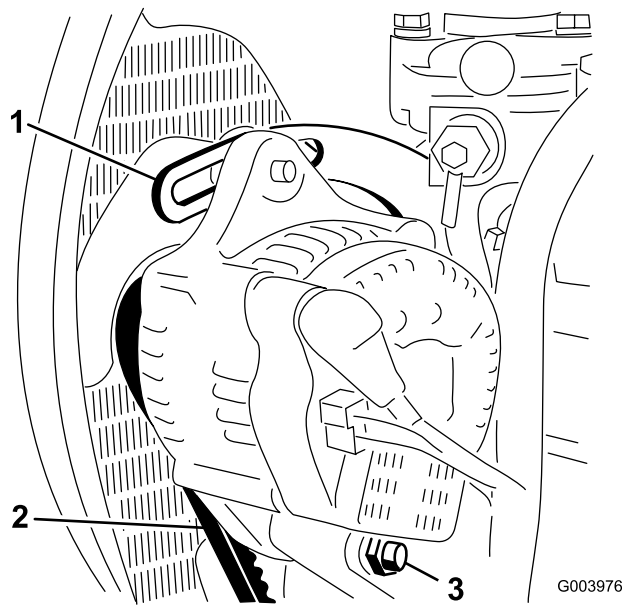

図 76
2. オルタネータ側プーリとクランクシャフト側プーリ間の中央部(図 76)でベルトを指で 10 kg程度の力で押して点検する。
3. ブレースをエンジンに固定しているボルト(図 76)と、オルタネータをブレースとピボット・ボルトに固定しているボルトをゆるめる。